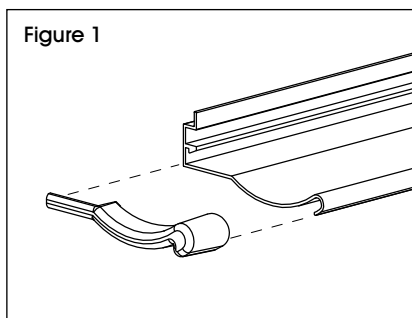

Figure 1
1. Align tray end caps with marker tray and press into place. (See Figure 1)
1. Alignez les embouts avec le porte-marqueur et insérez-les en place. (Voir Figure 1)